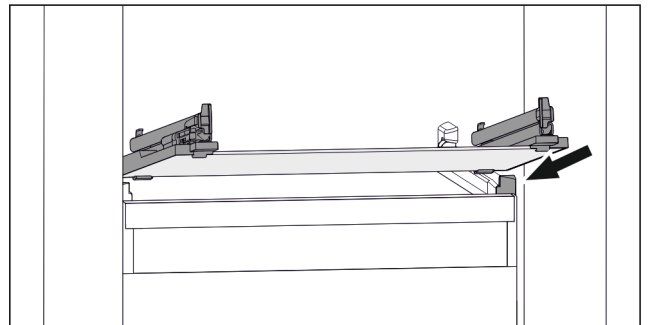

Fig. 47 Beispielhafte Darstellung der Glasplatte
- ▶ Glasplatte schräg hinter den Stopperrn aufsetzen. (zie Fig. 47)